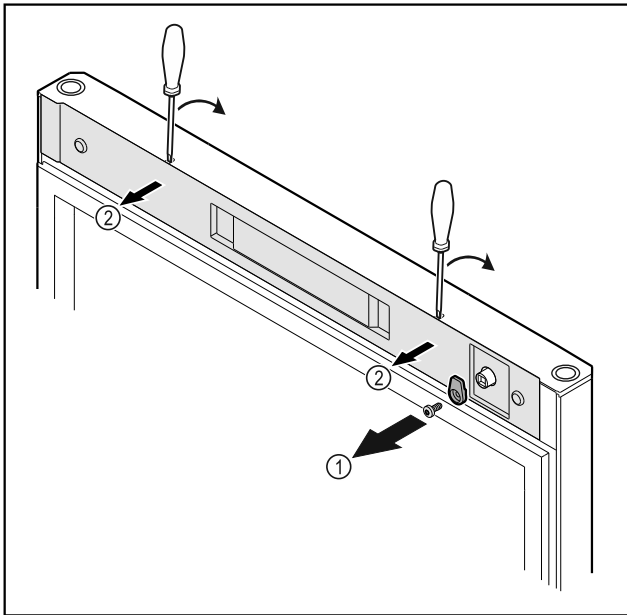

Fig. 14
- ▶ Odskrutkujte zatvárací hák Fig. 14 (1).
- ▶ Odistite kryt Fig. 14 (2) malým skrutkovačom a odoberte ho.